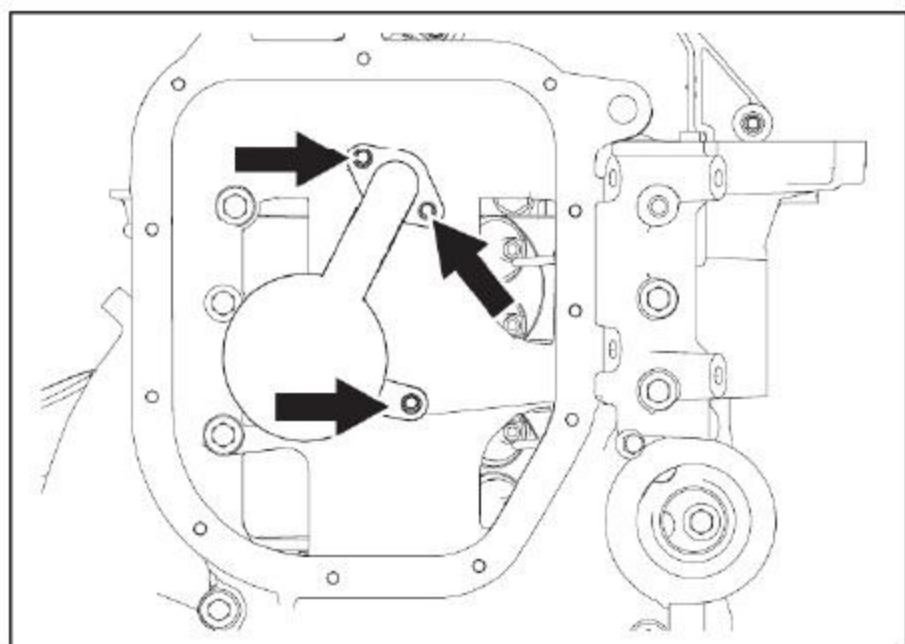

图10-3-6 安装机油收集器总成
- (1) 将滤网上的杂质清理干净。
- (2) 将机油收集器总成安装在下缸体上。
- (3) 用3个螺栓，将机油收集器总成紧固在下缸体上，如图10-3-6所示。